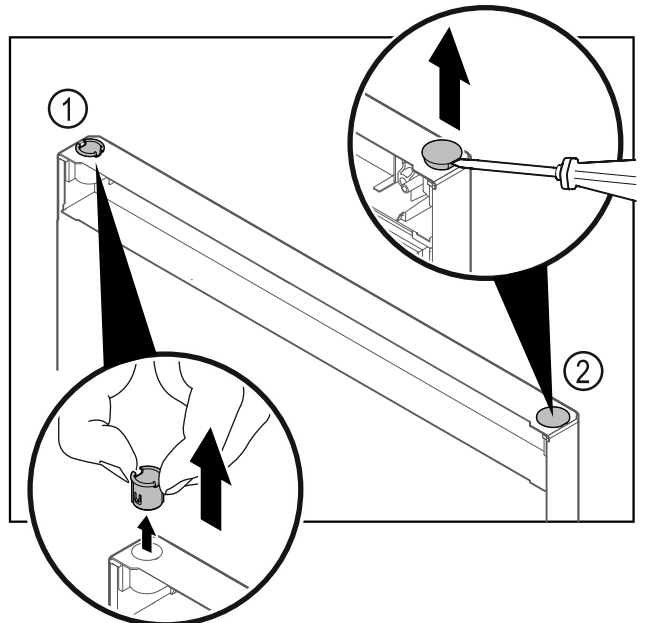

Fig. 22
- Vedä saranaholkki Fig. 22 (1) sormin pois.
- Kohota suojanastaa Fig. 22 (2) varovasti talttaruuvimeisellillä ja vedä se pois.